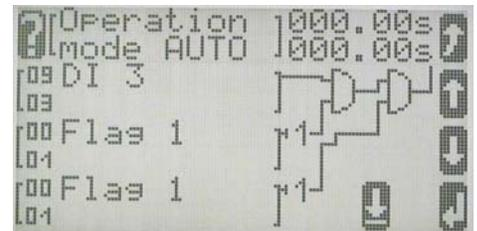

Abbildung 4-10
Mit einem Digitaleingang (hier DI3) von einem Schlüsselschalter kann der *LogicsManager*-Merker Betriebsart AUTO auf WAHR geschaltet werden (Abbildung 4-10). Die Betriebsart ist fest auf AUTO eingestellt. Das Aggregat startet automatisch bei Netzausfall (Notstrombetrieb), Startanf. in Auto (LM), Sprinklerbetrieb (LM) oder Start ohne Übernahme (LM).